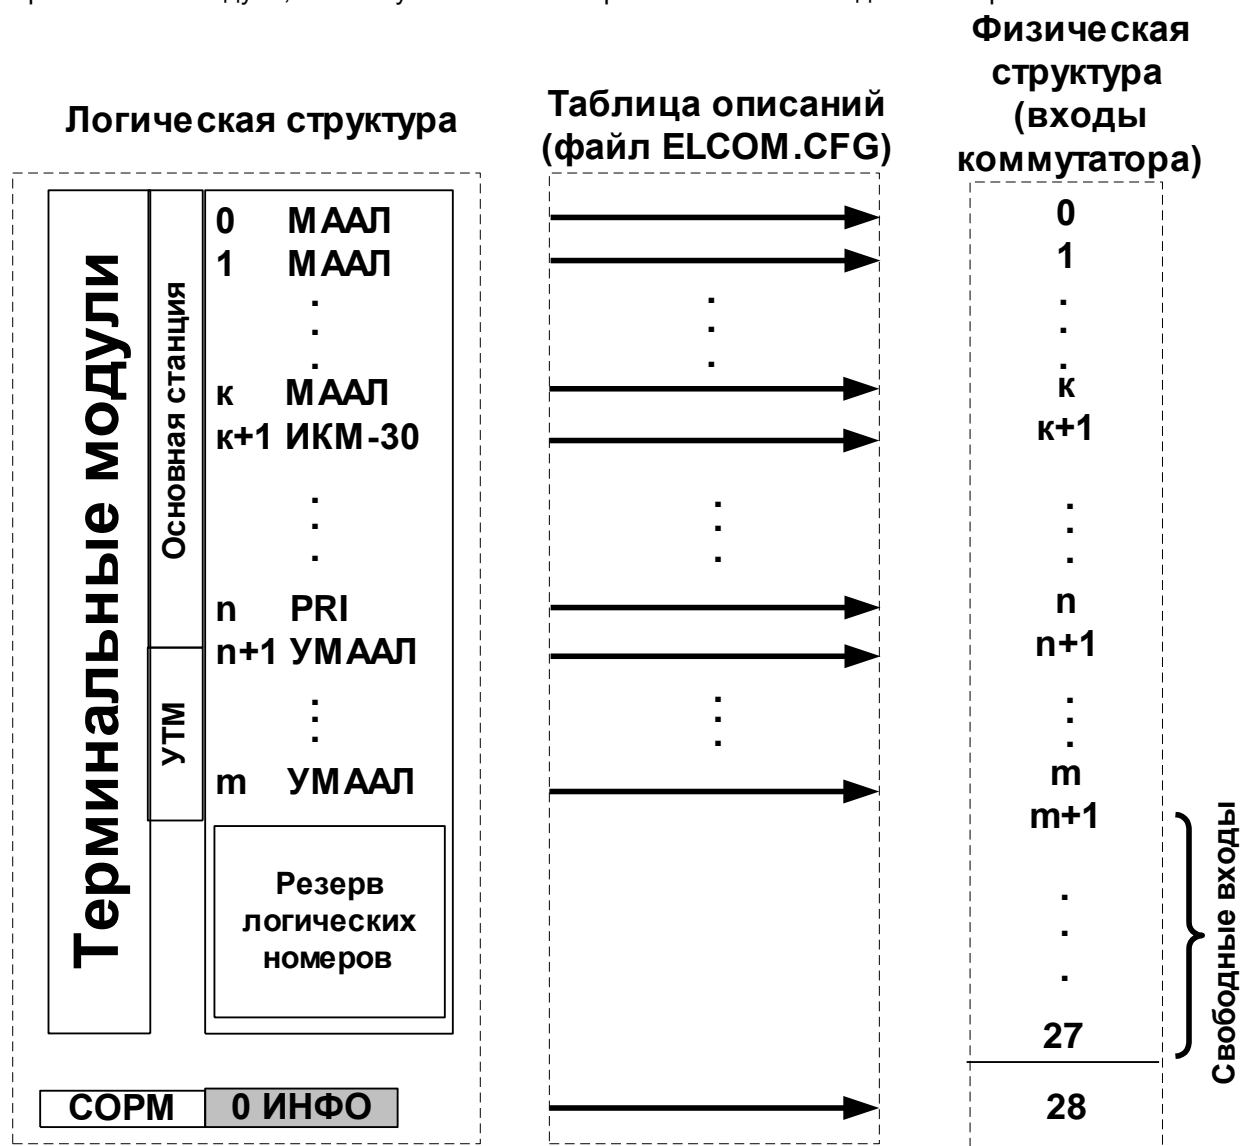

Рис.2.7. Логическая структура АТС ЭЛКОМ на базе МК56
Типовая логическая структура систем на базе МК56 приведена на рис.2.7. Типовой порядок следования терминальных модулей следующий:
- МАСЛ (входят в конфигурацию очень редко, на рис.2.7 не показаны);